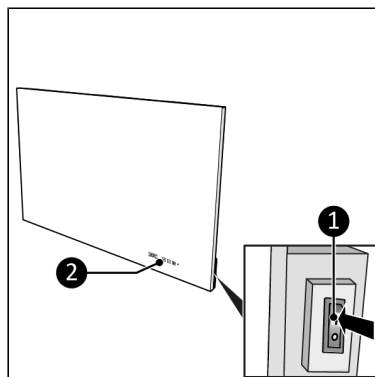

Abbildung 35.
1. Stellen Sie den EIN/AUS-Schalter auf EIN (Abbildung 35, Pos. 1).
2. Das Bedienfeld und die Anzeige (Abbildung 35, Pos. 2) leuchten auf.